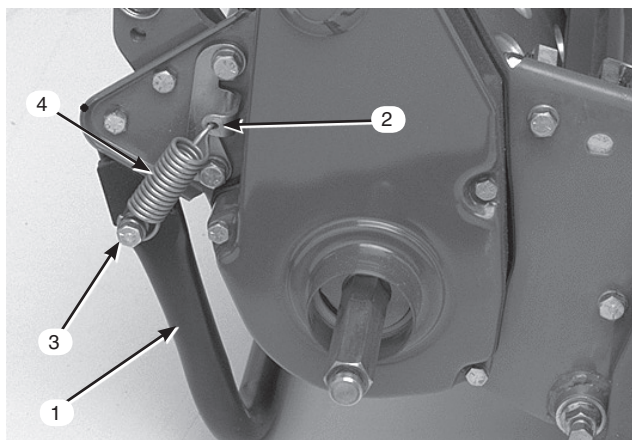

図3
1. 後フレームについている取り付け穴にキック・スタンドを合わせておいて、スプリングを、スプリング・ブラケットの穴とスプリング・リテーナの穴に引っ掛ける (図3)。
2. キャップスクリュー、ロックワッシャ、スペーサ、平ワッシャ、ロックナットを使って、キック・スタンドをフレームの左右に固定する(図3)。スペーサは、キック・スタンドの取り付け穴に入れる。